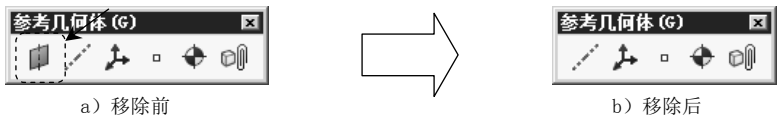

图 3.6.2 自定义工具条
下面以图 3.6.2 所示的“参考几何体 (G)”工具条的自定义来说明自定义工具条中命令按钮的一般操作过程。